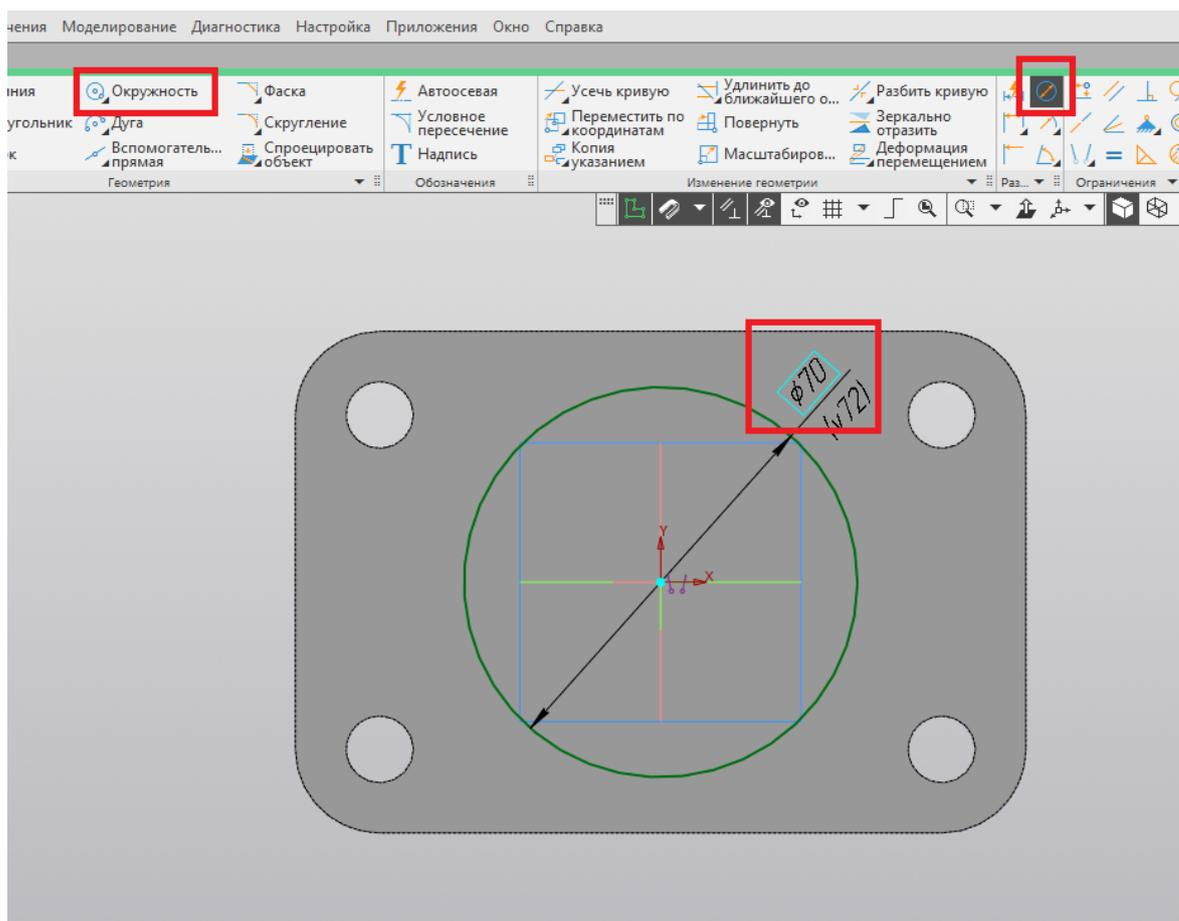

Рис. 140
12. Из начала координат строим окружность диаметром 70 мм при помощи команды «Окружность» (рис. 140).